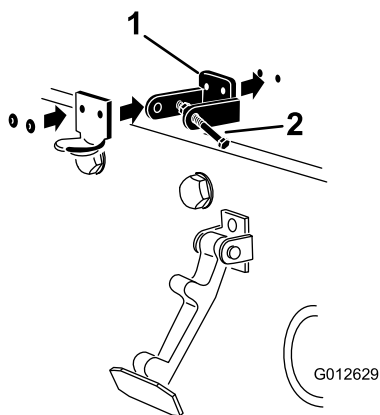

Рисунок 4
4. Совместите отверстия в кронштейне фиксатора капота, стопорном кронштейне по стандарту CE и капоте, как показано на Рисунок 4.
Примечание: Выровняйте стопорный кронштейн по стандарту CE относительно капота (Рисунок 4). Не снимайте болт с гайкой с рычагов стопорного кронштейна по стандарту CE.
6. Прикрепите кронштейны и шайбы к капоту при помощи заклепок (Рисунок 4).